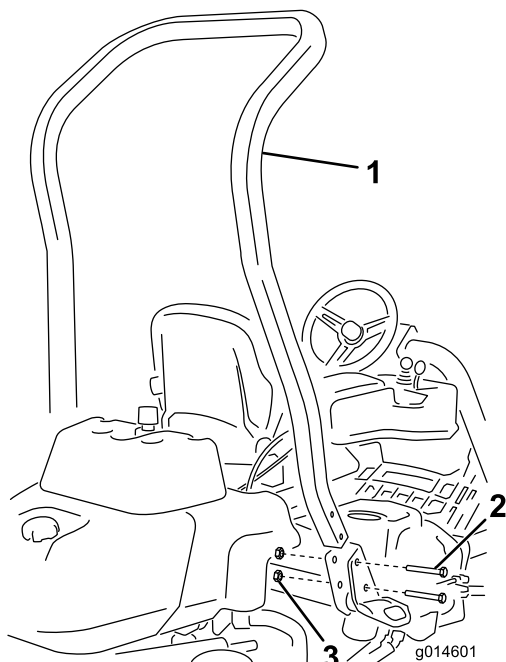

Figura 3
3. Fissate il roll bar negli incastri su ogni lato della macchina con 4 bulloni(1/2 x 3-3/4 pollici) e quattro dadi flangiati (1/2 pollice) (Figura 3).